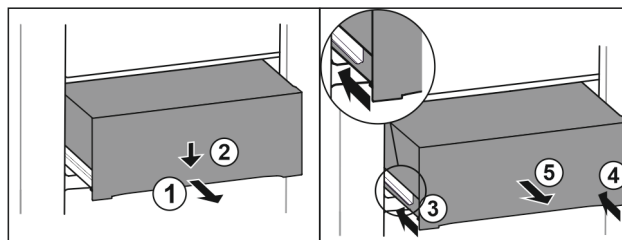

Fig. 78
- Vedä laatikko puoliväliin ulos. Fig. 78 (1)
- Paina vetolaatikkoa etupuoletta alaspäin. Fig. 78 (2)
- Työnnä vasenta kiskoa noin 2 cm sisään. Fig. 78 (3)
- Työnnä oikeaa kiskoa noin 2 cm sisään. Fig. 78 (4)
- Poista vetolaatikko vetämällä sitä eteenpäin. Fig. 78 (5)